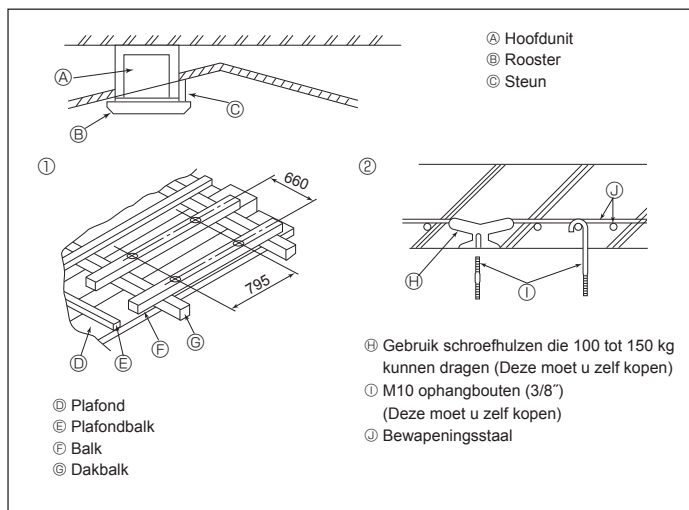

Fig. 3-5
3.5. Ophangconstructie (Zorg dat u een stevige constructie maakt daar waar u het apparaat ophangt) (Fig. 3-5)